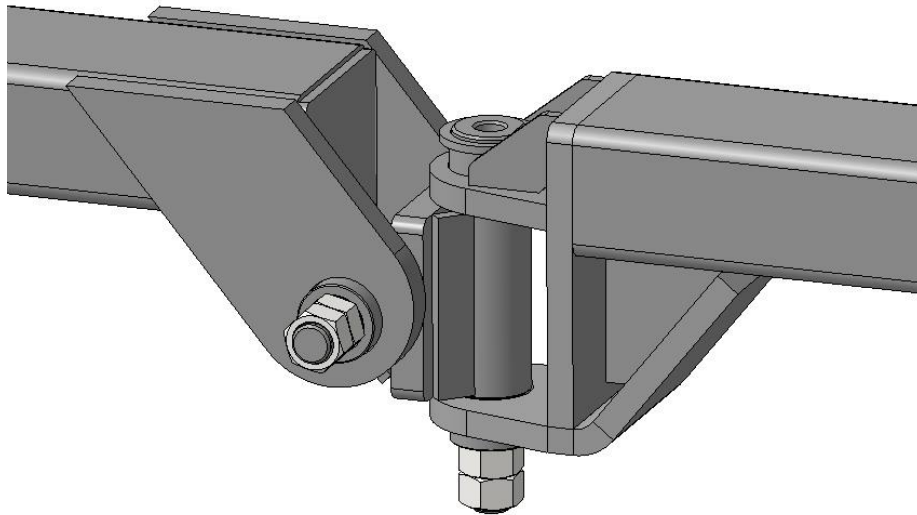

Рисунок 13 – Сборка рамы с шарниром и крылом
- установить на подставках в одну линию к раме (слева и справа) боковые поворотные крылья. Посредством крестообразных шарниров и осей соединить их вместе (рисунок 13);